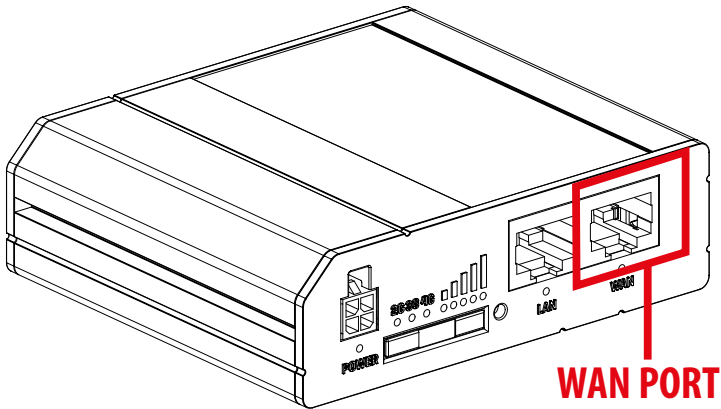

Bild 21: LAN-PORTENS PLACERING
- För kabeln på höger sida av skåpet så att den inte interfererar med delar som rör sig eller är högspänningsförande. Se bild 21.